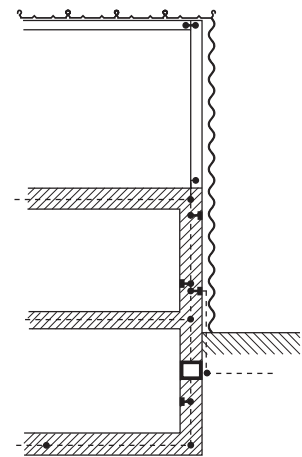

Abb. 5 Beispiel einer durchgängigen Verbindung und Erdung
- Gebäudehülle muss leitend durchverbunden und geerdet sein (siehe Abb. 5) Fensteröffnungen sind zu überbrücken.